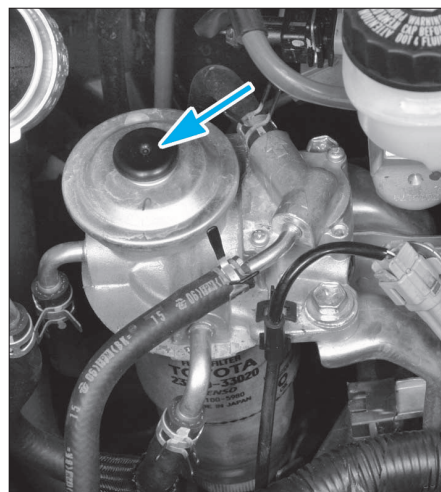

FIG. 44
- purger le circuit de combustible en actionnant la pompe d'amorçage (flèche) de l'ensemble de filtre à combustible (fig. 44).